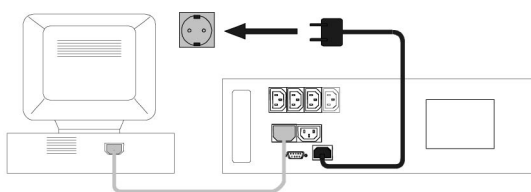

Рис. 4
6. Подключите сетевой шнур питания к исправной сетевой розетке с заземляющим защитным контактом. См. рис.4. Зеленый светодиод "on" (10, рис.6) , будет мигать: входное напряжение есть и батареи заряжаются. Если светодиод не мигает, нажмите кратковременно клавишу "I". Возможно, после длительного хранения начнет светиться светодиод "replace battery". Он перестанет светиться, как только батареи зарядятся.